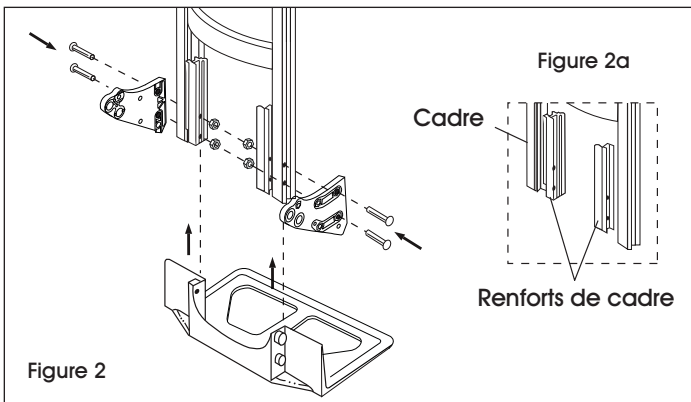

Figure 2
1. Positionnez les renforts de cadre contre les glissières à l'extrémité inférieure du cadre. (Voir Figure 2a) Glissez la bavette dans la cannelure des renforts de cadre en gardant les trous de boulon alignés. (Voir Figure 2)
2. Alignez les supports d'essieu avec la glissière extérieure du cadre. (Voir Figure 2)
3. Insérez quatre boulons de 8 mm à travers les supports d'essieu, le cadre, les renforts de cadre et la bavette. Fixez avec les écrous freinés, mais NE serrez PAS. (Voir Figure 2)